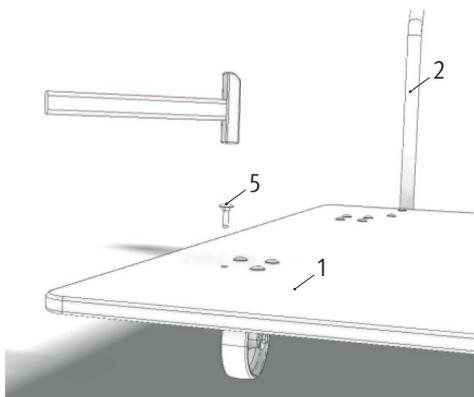

Abb. 2: Montage der Rollen
Befestigen Sie als erstes die beiden Bockrollen (3) und die beiden Lenkrollen (4) an der Bodenplatte (1) (Abb. 2).